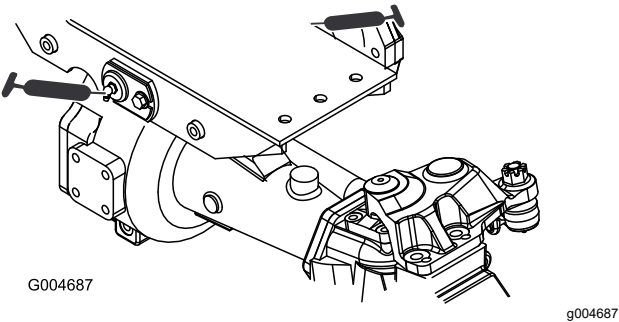

Figura 78
- Casquillos de los pivotes de los ejes delantero y trasero (2) (Figura 78).